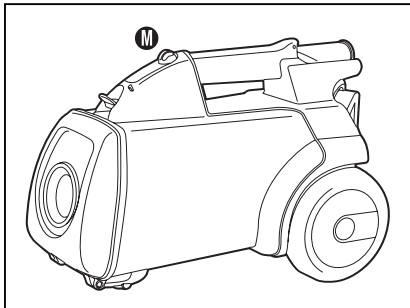

Fig. 8
**Étape:** Poussez le bouton de marche-arrêt (M). Appuyez une fois pour mettre en service. Appuyez une nouvelle fois pour arrêter (Fig. 8).
**Étape 5:** Poussez le bouton de marche-arrêt (M). Appuyez une fois pour mettre en service. Appuyez une nouvelle fois pour arrêter (Fig. 8).